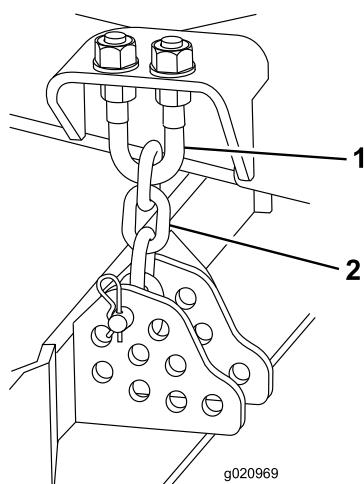

Figura 77
1. Afloje las contratuerzas de la parte superior o inferior del perno en U de la cadena de altura de corte (Figura 77).